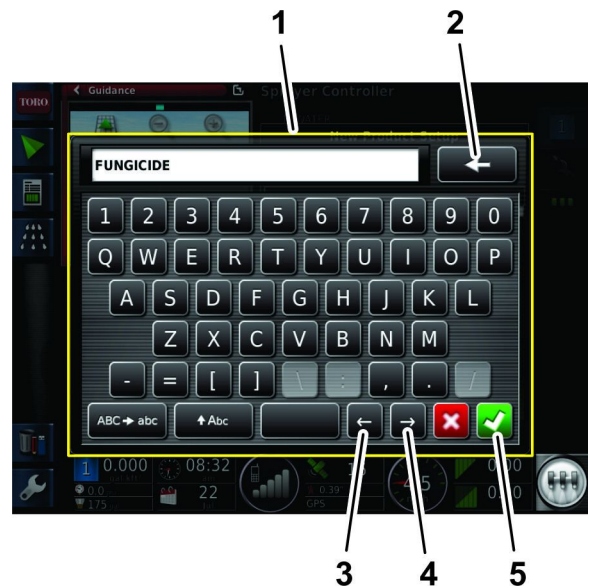

図 29
8. 製品名 アイコンを押し、キーボードから薬剤名を入力し、内容を承認する 図 29。